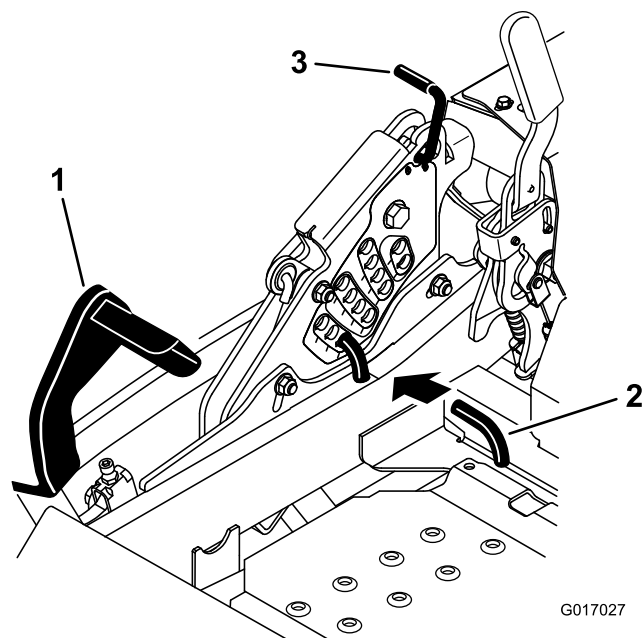

Figure 91
5. Enfoncez la pédale de levage du tablier de coupe au maximum pour verrouiller le tablier à la position de transport de 14 cm (5,5 po) (Figure 91).